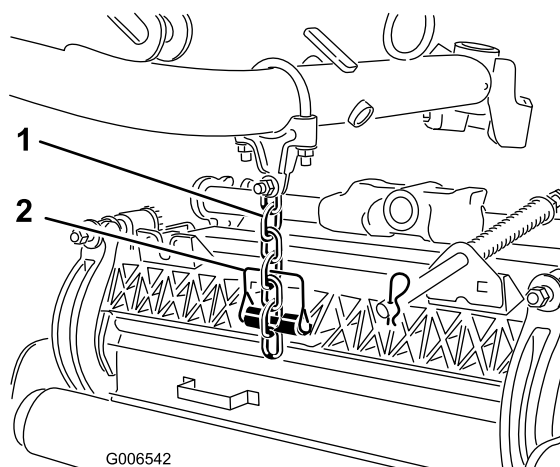

図 14
7. スナッパ・ピンを使って、昇降アームのチェーンをカッティングユニットのチェーン・ブラケット (図 14) に、以下の手順で固定する。